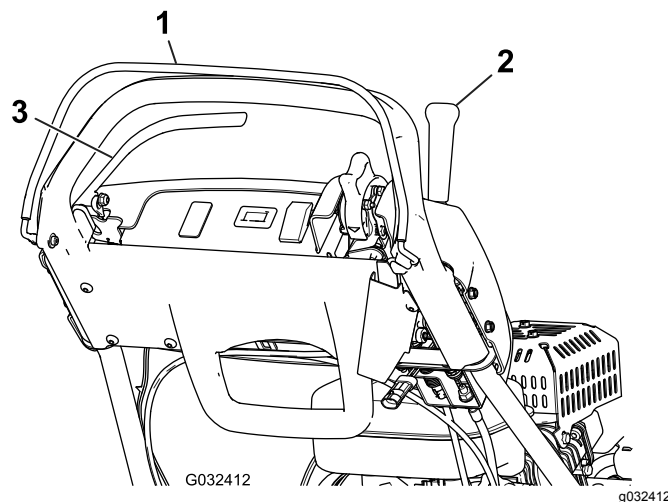

Figura 31
3. Tentate di innestare la leva della trazione con l'OPC rilasciato (Figura 31). La leva della trazione non deve innestarsi. Se la leva della trazione si innesta, il sistema di sicurezza deve essere revisionato. Rettificate il problema prima di utilizzare il tosaerba; fate riferimento a Revisione del microinterruttore di sicurezza della trazione \(pagina 31\).
4. Tenete premuto l'OPC e la leva della trazione innestata per rilasciare l'OPC stesso (Figura 31). La leva della trazione deve disinnestarsi. Se la leva della trazione non si disinnesta, il sistema di sicurezza deve essere revisionato. Rettificate il problema prima di utilizzare il tosaerba; fate riferimento a Revisione del microinterruttore di sicurezza della trazione \(pagina 31\).
5. Tenete premuto l'OPC e la leva del cambio spostata a sinistra per innestare il comando della trazione e del cilindro e rilasciate l'OPC (Figura 31). La leva della trazione deve disinnestarsi. Se la leva della trazione non si disinnesta, il sistema di sicurezza deve essere revisionato. Rettificate il problema prima dell'utilizzo; fate riferimento a Revisione del microinterruttore di sicurezza della trazione \(pagina 31\) o a Regolazione del comando del cilindro \(pagina 35\).
6. Tenete premuto l'OPC e la leva del cambio spostata a sinistra per innestare il comando della trazione e del cilindro, spostate la leva del cambio a destra per disinnestare il comando del cilindro (Figura 31). La trasmissione del cilindro deve disinnestarsi. Se la trasmissione del cilindro non si disinnesta, il sistema di sicurezza deve essere revisionato. Rettificate il problema prima dell'utilizzo; fate riferimento a Regolazione del comando del cilindro \(pagina 35\).
2. Tenete premuto l'OPC, la leva della trazione innestata e i comandi del motore in posizione di avviamento (Figura 31). Cercate di avviare il motore. Il motore non si deve avviare. Se dovesse avviarsi, occorre fare revisionare il microinterruttore di sicurezza. Rettificate il problema prima di utilizzare il tosaerba. Fate riferimento a Revisione del microinterruttore di sicurezza della trazione (pagina 31).
2. Tenendo la leva della trazione disinnestata, il freno di servizio inserito e i comandi del motore in posizione di avviamento (Figura 31), tentate di avviare il motore. Il motore deve avviarsi. Se non dovesse avviarsi, occorre fare revisionare il microinterruttore di sicurezza. Rettificate il problema prima di utilizzare la macchina; fate riferimento a (pagina).
3. Con il motore acceso, innestate il freno di servizio (non il freno di stazionamento), premete l'OPC e inserite la leva della trazione (Figura 31). Il motore dovrà funzionare senza essere compromesso dal freno, ma senza spegnersi. Se dovesse spegnersi immediatamente, occorre fare revisionare il microinterruttore di sicurezza. Rettificate il problema prima di utilizzare la macchina; fate riferimento a (pagina).
4. Con il motore acceso, innestate il fermo del freno di stazionamento, premete l'OPC e inserite la leva della trazione (Figura 31). Il motore dovrebbe spegnersi. Se il motore non si spegne, occorre far revisionare il microinterruttore di sicurezza. Rettificate il problema prima di utilizzare il tosaerba; fate riferimento a (pagina).